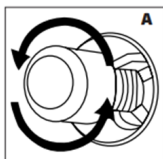
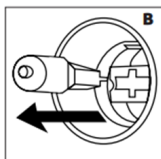

Abbildung 24
Abbildung 25
3. Entfernen Sie dann die Backofenlampe, indem Sie sie drehen (siehe Abb. 24), wenn es sich um Typ A handelt, oder indem Sie sie herausziehen (siehe Abb. 25), wenn es sich um Typ B handelt